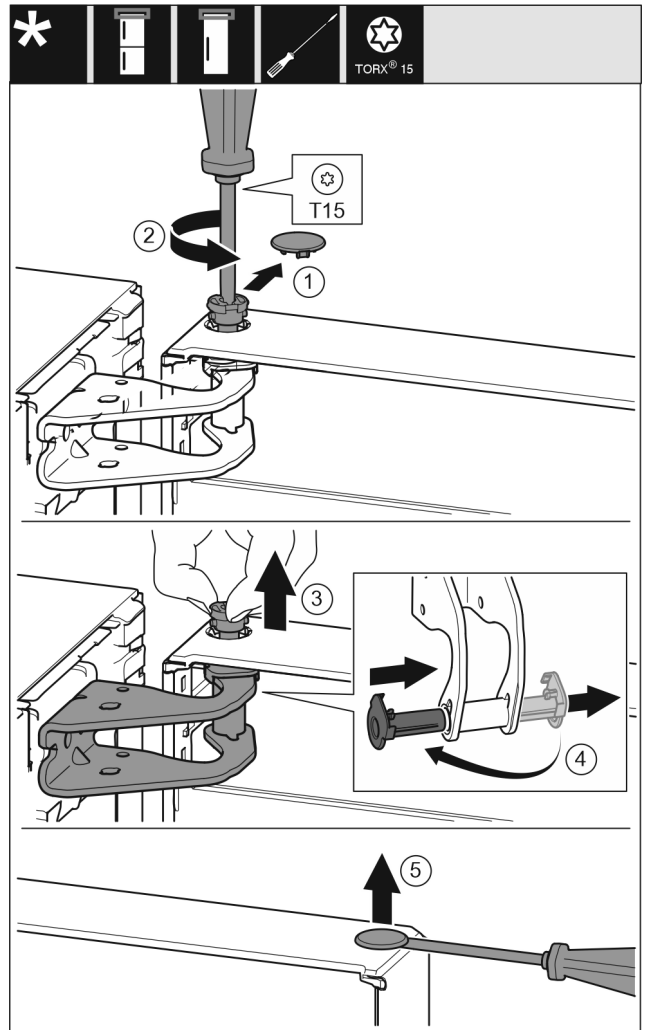

Fig. 9
- ▶ Óvatosan húzza le a biztonsági fedelet. Fig. 9 (1)
- ▶ Tekerje ki a csapot egy kissé a T15 csavarhúzóval. Fig. 9 (2)
- ▶ Tartsa meg az ajtót, és húzza ki a csapszeget az ujjával. Fig. 9 (3)
- ▶ Húzza ki a csapágyperselyt a vezetősínből. Helyezze be a másik oldalról, és pattintsa a helyére. Fig. 9 (4)
- ▶ Óvatosan emelje ki a dugaszt az ajtó csapágyperselyéből lapos csavarhúzóval, és húzza ki. Fig. 9 (5)